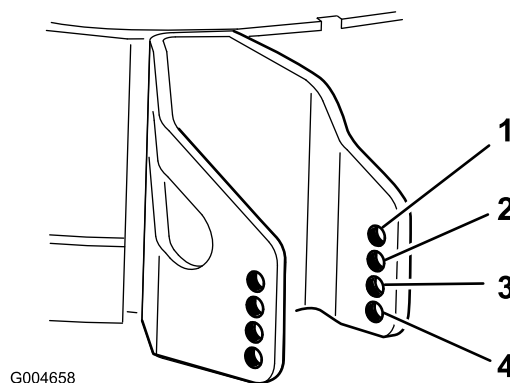

Figura 24
- Scegliete il foro in modo da posizionare il rullo antiscampo all'altezza di taglio corrispondente più vicina all'altezza richiesta (Figura 24).